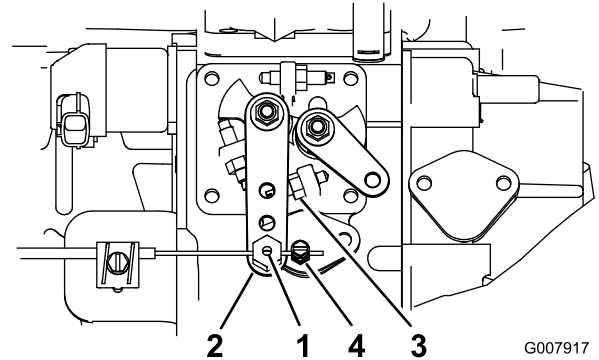

図 63
2. 燃料噴射ポンプのレバーの隣にあるスロットル・ケーブルのコネクタをゆるめる (図 63)。
3. インジェクション・ポンプ・レバーのアームをハイアイドル・ストップに当てる (図 63)。